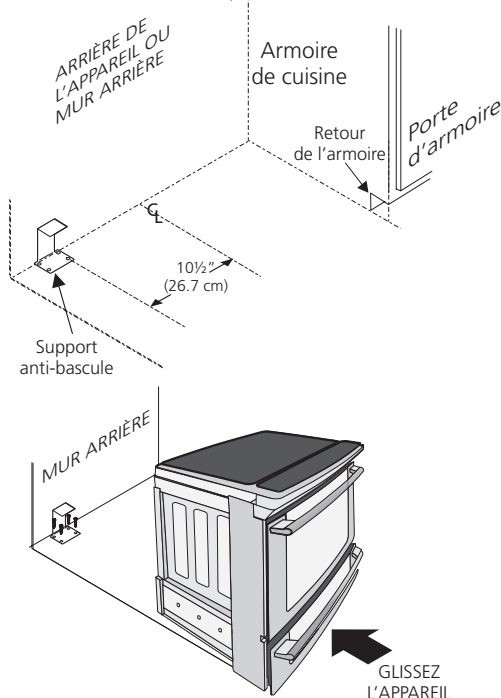

Figure 15
4. Enlevez le gabarit et placez le support anti-bascule sur le plancher. Alignez les trous dans le support anti-bascule avec les trous tracés sur le plancher et fixez avec les 4 vis fournies. Le support anti-bascule doit être fixé sur un plancher solide (Figure 15). Si vous les fixez à un plancher en béton, percez d'abord des trous pilotes de 3/16" (0,5 cm) de diamètre à l'aide d'un foret à maçonnerie.